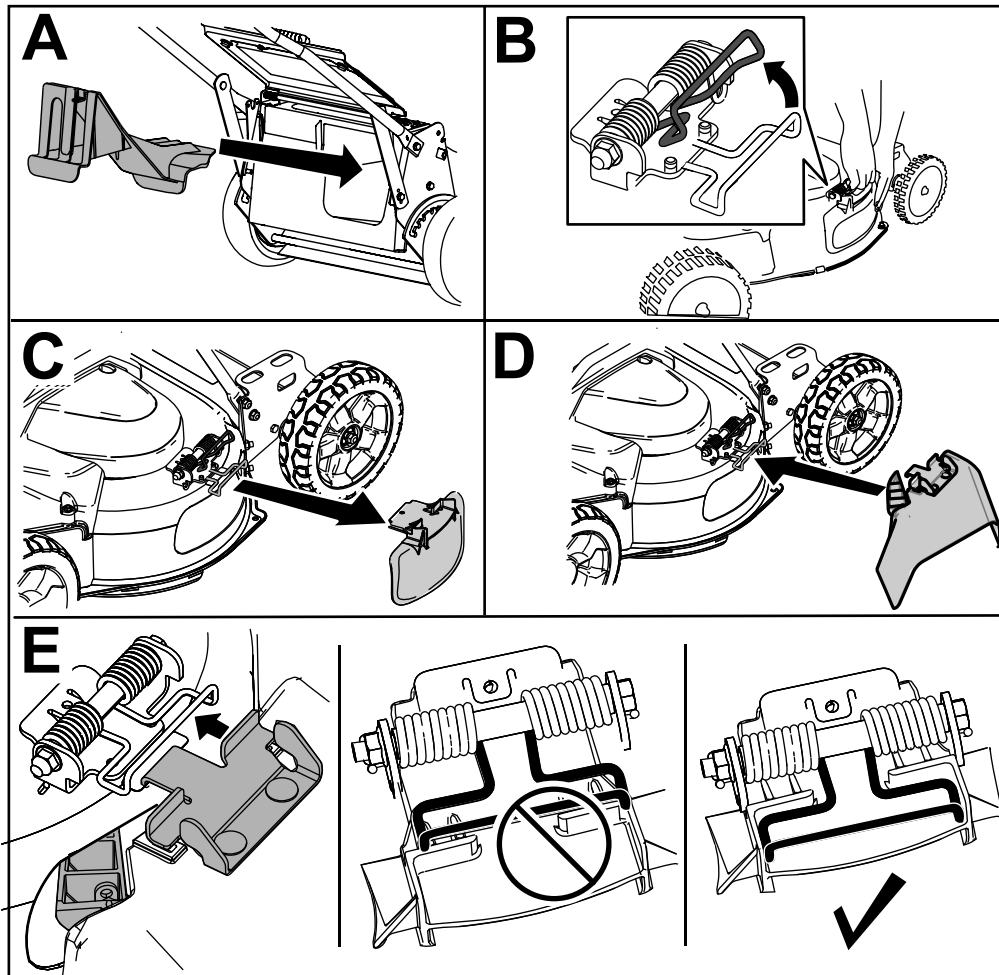

Figura 22
3. Inserite il coperchio dello scarico posteriore (A della Figura 22).
4. Togliete il deflettore di scarico laterale tirando verso l'alto la molla che lo fissa in sede e rimuovendolo (B e C della Figura 22).
5. Installate il camino di scarico laterale tirando verso l'alto la molla, posizionando il camino sull'apertura e abbassando la molla sulle linguette che si trovano in cima al camino di scarico (D ed E della Figura 22).